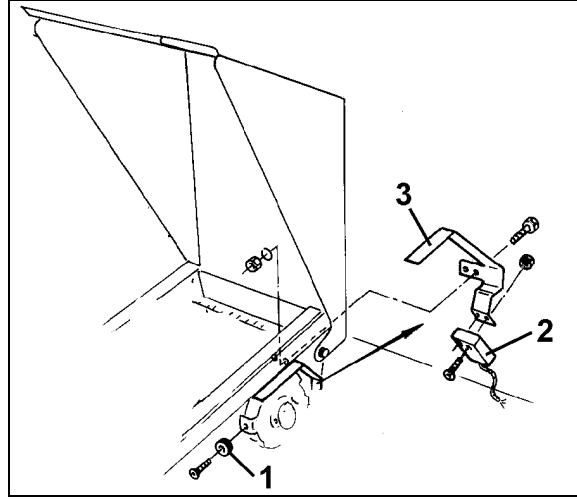

Fig. 11
ED (Fig. 11) üstündeki mıknatıs ve sensörünü arka tekerlek yerleştirme şanzımanı girişine sabitleyin:
1. Mıknatısı (Fig. 11/1) kılavuz cıvata M4 x 10 ile şanzıman giriş mili pals diskine vidalayın.
2. Sensörün sabitlenmesi için pals tutucuyu (Fig. 11/3) sökün ve sonra yeniden vidalayın.
3. Sensörü (Fig. 11/2) pals tutucuya (Fig. 11/3) vidalayın.